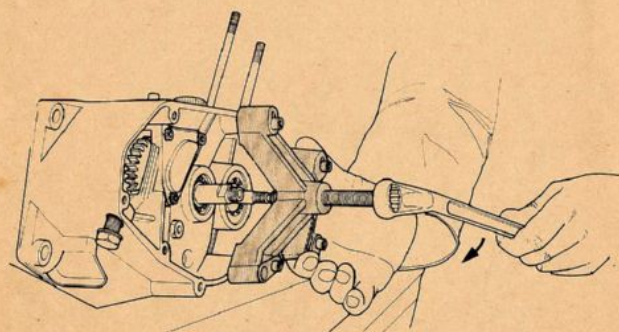

FIG. 27 Estrazione imbiellaggio
24) **SFILARE** l'imbiellaggio dalla propria sede applicando l'apposito estrattore (cod. 05.0017.0) al semicarter lato frizione (fig. 27).